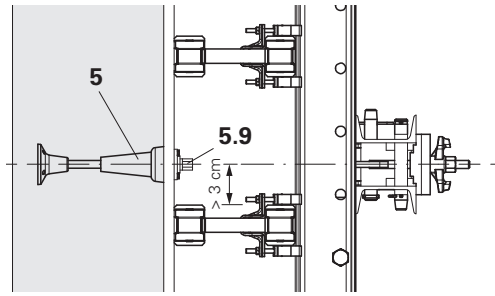

Fig. C1.05
Durante o dimensionamento da cofragem, deve ser prestada atenção para que haja espaço suficiente entre o eixo da consola e as vigas GT 24. Senão, a montagem da ancoragem em avanço (5) com o parafuso de posicionamento M24 (5.9) não é possível. (Fig. C1.05)